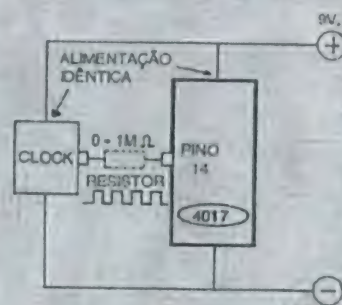

Fig. 3
- FIG. 3 - COMPATIBILIDADES E PARÂMETROS - Lembrar que em todos os exemplos de *clock* aqui mostrados, a Tensão de alimentação (parametrada,